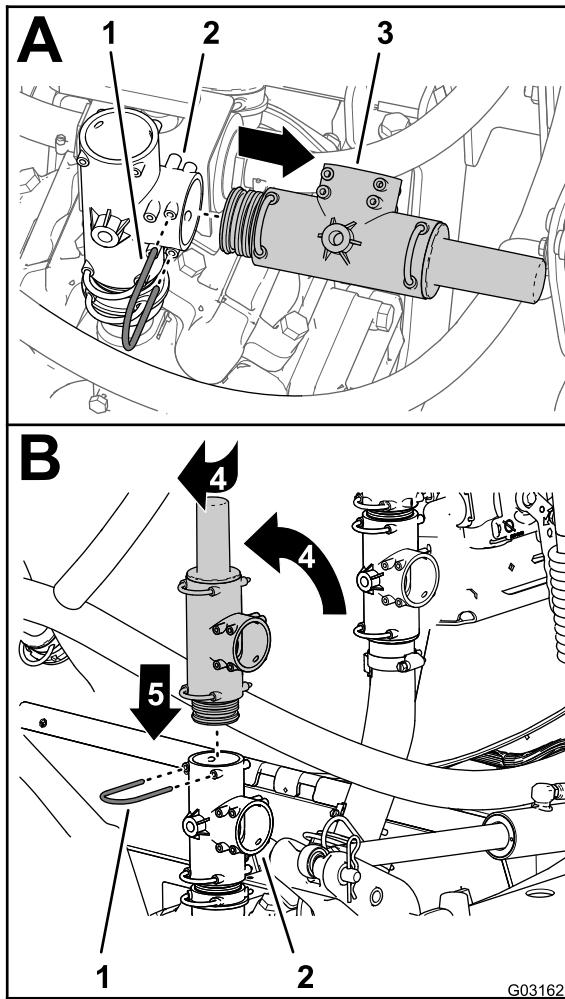

図4
- 圧力解放バルブをスプレーヤのポンプのT字フィッティングに固定しているリテーナを外して解放バルブリリーフバルブを取り外す図4。
- 図4に示すように、圧力解放バルブを回して向きを変更する。
- 圧力解放バルブを、T字フィッティングの上部に取り付け、一番奥まで完全に押し込む図4。